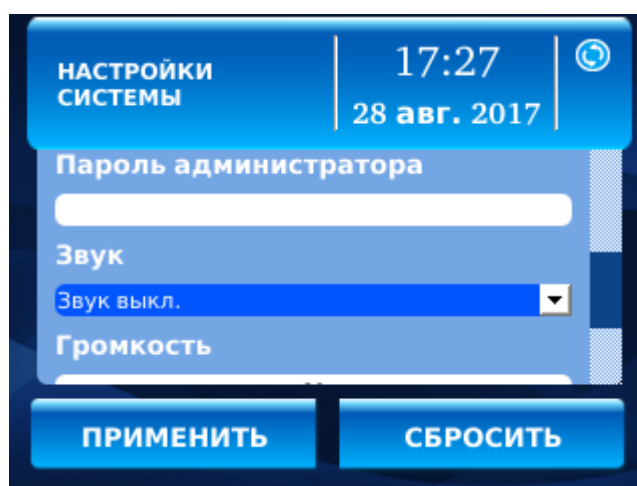

Рисунок 20. Вид меню «Настройки системы»
- **Пароль администратора** (рисунок 20) - задает цифровой пароль администратора для входа в меню настроек терминала с клавиатуры. Максимальное количество цифр в пароле - 9. По умолчанию пароль отсутствует. Если пароль неизвестен, его можно изменить или убрать с помощью BioSmart Studio v5.
- **Звук** (рисунок 20) - позволяет выбрать и настроить режим работы звукового источника терминала (бипер/спикер/отключить звук).